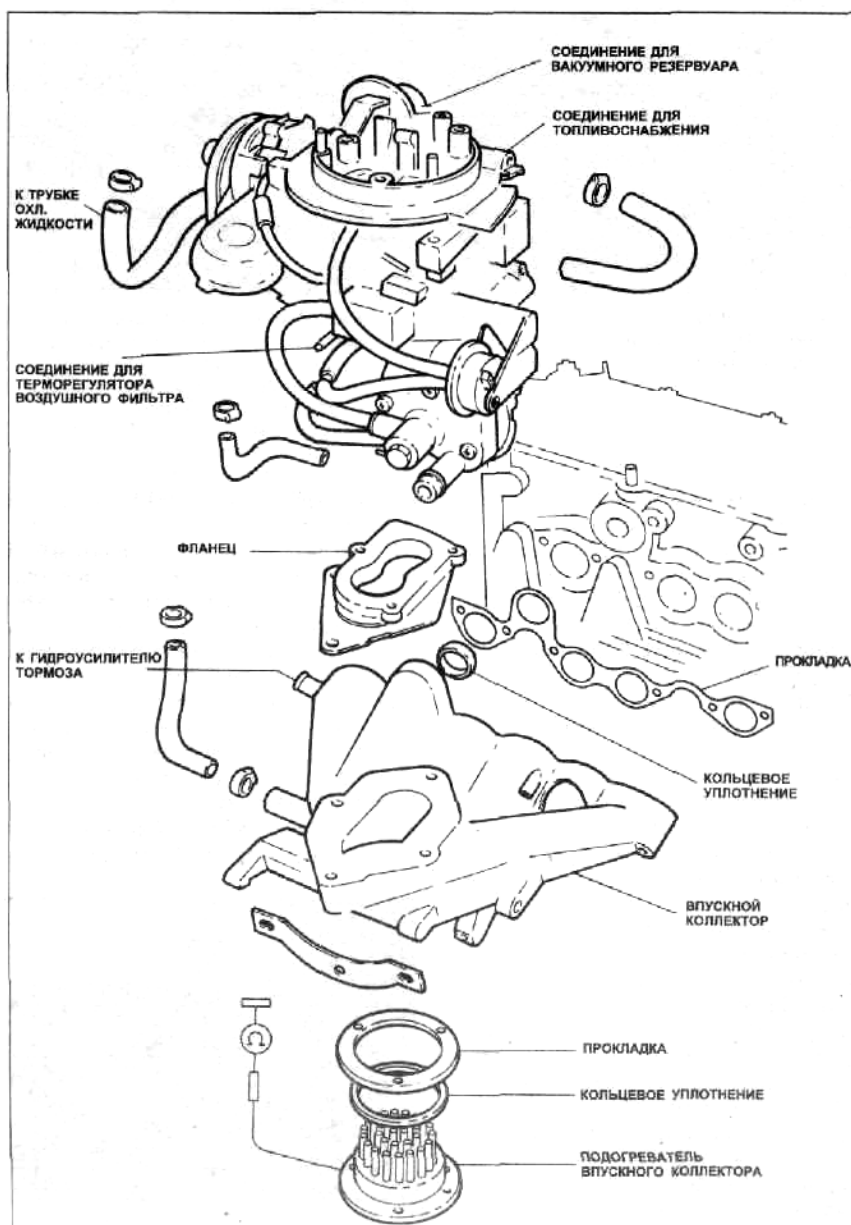

Рис. 3.54 Компоненты впускного коллектора (карбюратор 2Е2) (Глава 15)
- 5 Отсоедините проводку подогревателя впускного коллектора от основы впускного коллектора (Рисунок 3.54).